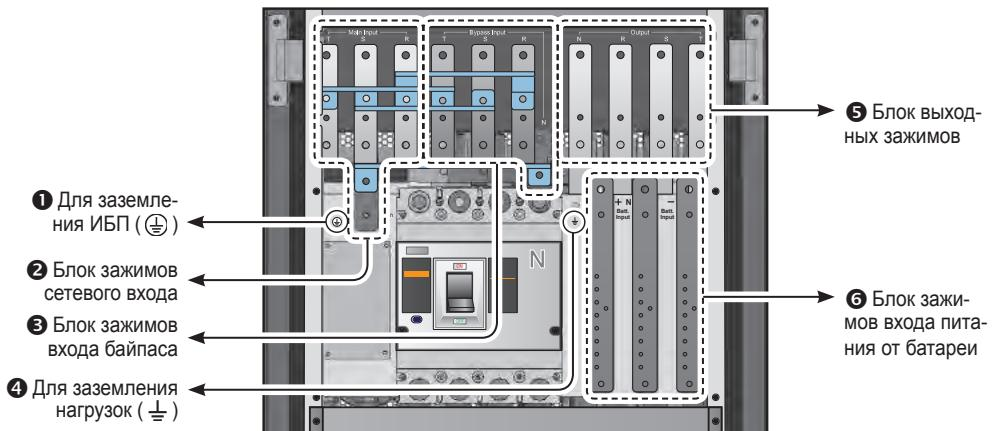

Рис. 5-6. Выводы ИБП
- Если входы и выходы ИБП соединены звездой, то запрещается подключать нулевой проводник ИБП (N) к заземлению (⏚). Для подключений, показанных на *Рис. 5-6, 5-9 и 5-10*, выбрана схема соединения звездой.
- Если у источника электроэнергии имеется перепад напряжения между нулевым проводником (N) и заземлением (⏚), и требуется, чтобы напряжение VNG ИБП равнялось нулю, то между ИБП и источником электроэнергии следует установить разделительный трансформатор, после чего замкнуть проводники «нуль» (N) и «заземление» (⏚) ИБП между собой.